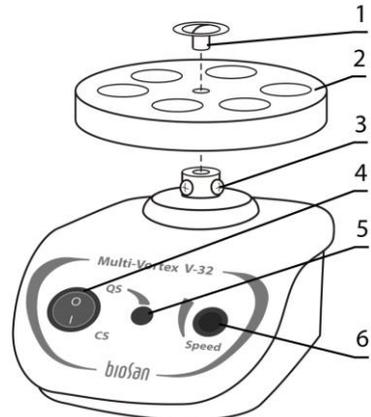

Figure 2. V-32, vue de face
- À l'aide d'un tournevis plat, dévisser la vis noire au milieu de la plate-forme (fig. 2/1) et la retirer avec la rondelle.
- À l'aide d'un tournevis Phillips, desserrez les deux vis de fixation (fig. 2/3) du rotor sous la plate-forme.
- Retirez et remplacez la plate-forme (fig. 2/2), fixez la plate-forme dans l'ordre inverse.
5.2.4.1 Tournez le bouton **QS/CS** (fig. 2/4) sur la position **CS**.
5.2.4.2 Réglez la vitesse requise en tournant le bouton **Speed** (fig. 2/6).
5.2.5.1 Réglez le bouton QS/CS (fig. 2/4) sur QS.
5.2.5.2 Réglez la vitesse requise en utilisant le bouton Speed (fig. 2/6).
5.2.5.3 Positionnez le tube sur la tête du vortex, appuyez et maintenez le bouton **QS** (fig. 2/2) pour le vortex. Le rotor s'arrête lorsque le bouton est relâché.